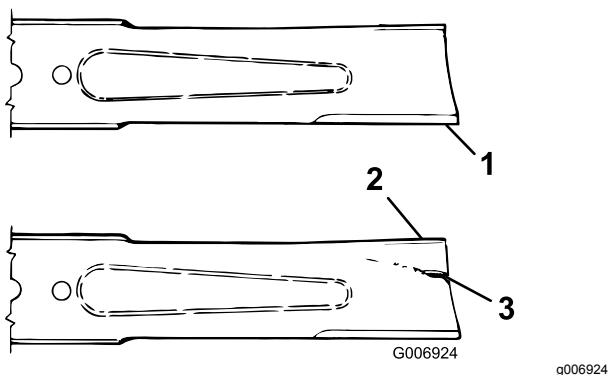

Figura 84
3. Verificate accuratamente i taglienti, con particolare attenzione ai punti d'incontro delle sezioni piatta e curva della lama (Figura 84).
4. Se riscontrate segni di usura (Figura 84), sostituite la lama; fate riferimento a Rimozione e montaggio di una lama (pagina 64).